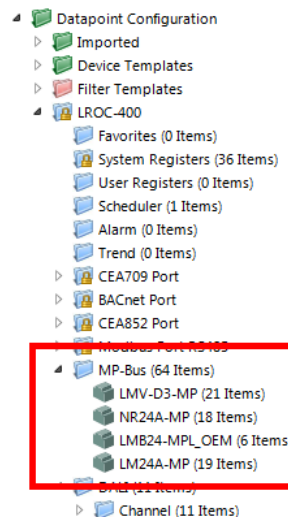

Abbildung 183: Datenpunktmanager mit MP-Bus Geräte-Ordern.
- Die Verzeichnisstruktur (Abbildung 183),